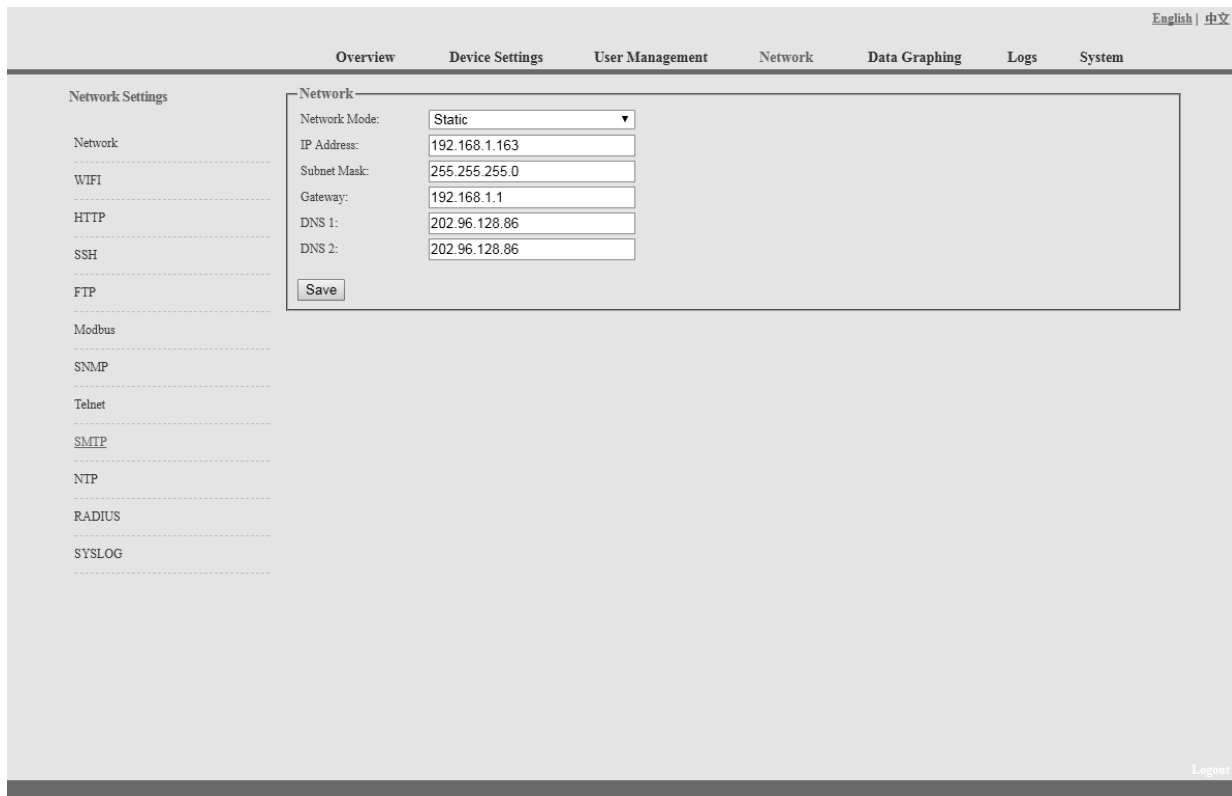

Abbildung 1-5
3.2.1.4 Netzwerkeinstellungen: Klicken Sie in der Navigationsleiste auf die Netzwerkeinstellungen, siehe Abbildung 1-5